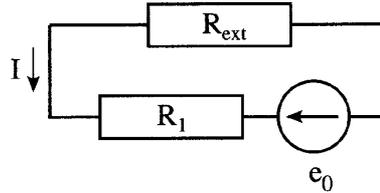

Figure 5
2. Conservant la même installation on supprime la source de courant externe. Les électrodes sont reliées par une résistance externe  $R_{\text{ext}}$ . Pour simplifier, on ignorera la résistance de fuite  $R_2$  décrite en 1.c. La vitesse du fluide  $v_0$  est maintenue constante (figure 5).